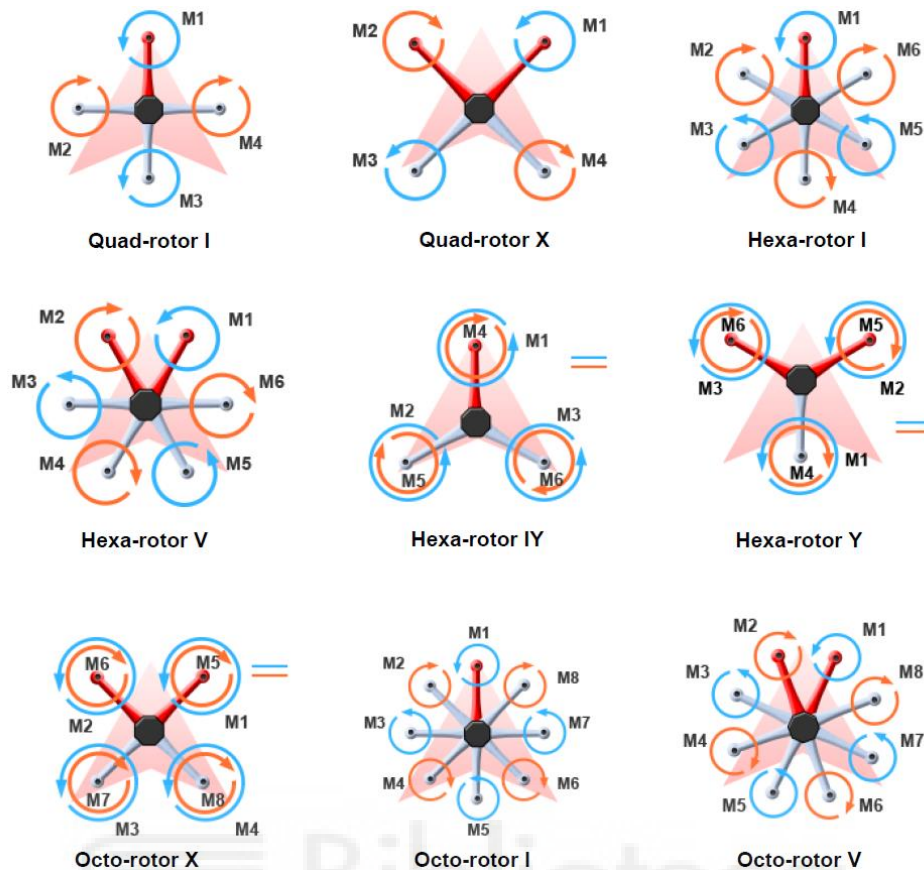

Figura 2: Clase de multirrotores.
| Figura 2: Clase de multirrotores..... | 12 |
Estos parámetros influyen en la tasa de bits efectiva de la modulación, la resistencia a las interferencias y la facilidad de decodificación. Un símbolo de LoRa está formado por 2^{SF} chirps, que ocupan por completo la banda de frecuencia. Comienza en la mínima frecuencia de la banda enviando chirps de manera ascendente hasta que se alcanza la máxima frecuencia de la banda entonces vuelve al valor mínimo de la frecuencia y empieza a repetir el proceso anterior. Esto se aprecia en la Figura 2. La posición de esta discontinuidad en frecuencia es lo que codifica la información transmitida. La cantidad de bits que se pueden codificar por símbolo viene dada por el Spreading Factor (SF) que puede tener un valor de entre 7 y 12 incluyendo ambos, por lo cual, si este tiene un valor de N, el símbolo representa N bits y puede tener 2 elevado a la N posibles valores de frecuencia a los que puede ir saltando.